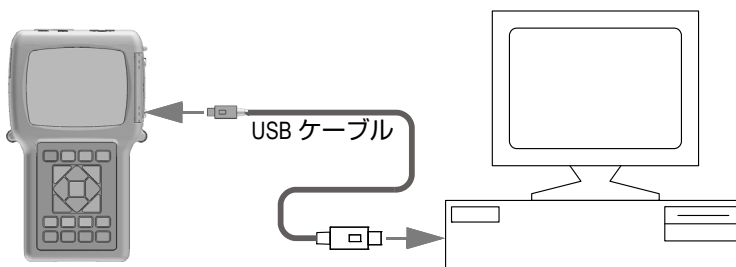

図 14-2 39DL PLUS をコンピュータに接続
9. USB ケーブルの一端を 39DL PLUS の I/O ドアの下にある USB クライアントコネクタに接続し、もう一方の端をコンピュータの USB ポートに接続します（263 ページの図 14-2 参照）。